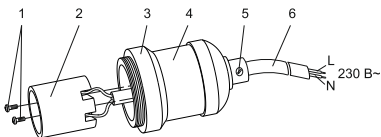

Рисунок 4/ Figure 4/ 4-Sýret
4.3 Підключення патрона без шнура (рисунок 4 Додаток А)